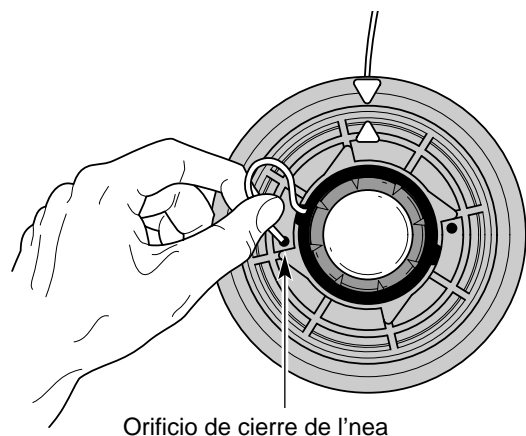

Fig. 43
5. Inserte la l'nea en el orificio de cierre. No empuje la l'nea ms de 12,7 mm (1/2 pulgada) dentro del orificio de cierre. Cuando la l'nea est bien insertada, formar un bucle pequeo (Fig. 43).